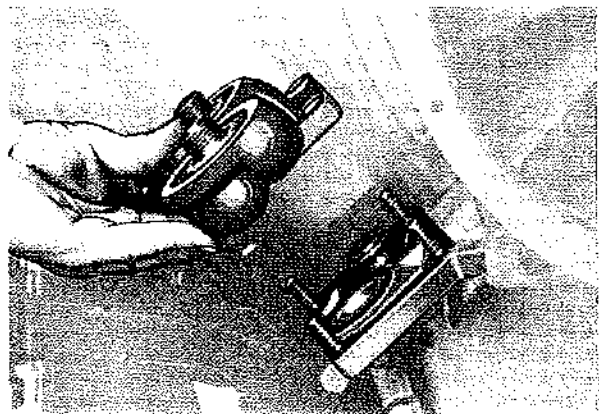

Fig. 71
- Supporto filtro olio interponendo guarnizione ed anelli di tenuta su condotti e collegando il tubo proveniente dalla pompa olio (Fig. 71). Serrare i dadi a 3 kgm.